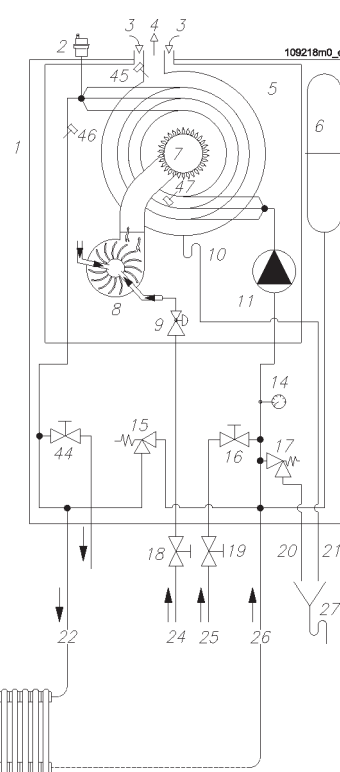

Рис.3 Гидравлическая схема
- NOVADENS - "C" Этот котел используется только для отопления с нагревательными элементами (радиаторами или с системой "теплый пол") с температурой от 30°C до 80°C. Пример такой установки показан на рис.3. В этом случае возможно также подсоединение бойлера BWR
- NOVADENS -- C0834. с этим котлом можно выполнить установку для системы отопления с нагревательными элементами, работающими при температуре от 20° до 45°C. пример этого выполнения на рис. 3. В этом случае возможно также подсоединение бойлера BWR.